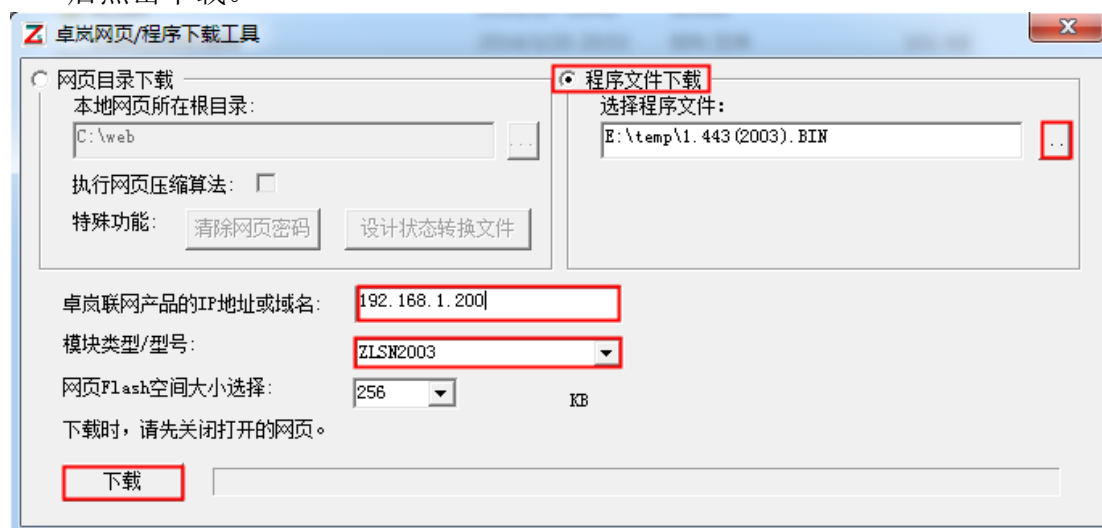

图 8 ZLSN2003 固件升级方法
- 3 如图 8 所示，选择“程序文件下载”单选项。在程序文件中，选择 Firmware 文件。输入 ZLSN2003 设备的 IP 地址，模块类型/型号选择 ZLSN2003。然后点击下载。
- 7 固件升级后模块内部的配置网页也需要更新，否则无法再通过 Web 配置。下载 Web 的方法是：如图 8 所示，将“程序文件”下载模式改为“网页目录下载”。并且选择本地网页所在根目录为需要下载的网页文件所在目录（该目录可以从卓岚获得），点击下载，将本地网页目录下的所有文件下载到 ZLSN2003 设备内部的文件系统上。